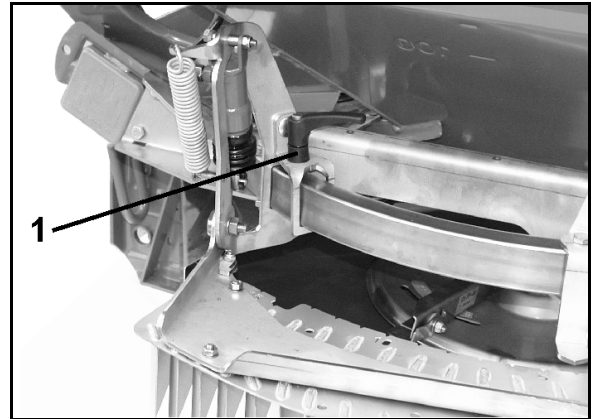

図 58
1. このためにクラムプレバー (図 58/1) を解除します。